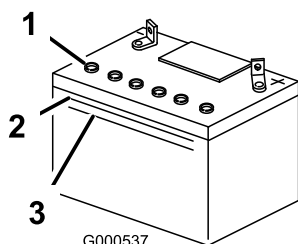

Figure 31
2. Observez le côté de la batterie. Le niveau de l'électrolyte doit atteindre le trait supérieur (Figure 31). Le niveau d'électrolyte ne doit pas descendre au-dessous du trait inférieur (Figure 31).
3. Enlevez les bouchons d'aération de la batterie (Figure 31)
4. Versez de l'eau distillée avec précaution dans chaque élément jusqu'au repère supérieur (Figure 31) sur le côté de la batterie.
5. Attendez cinq à dix minutes après avoir rempli les éléments. Au besoin, ajoutez de l'eau distillée pour amener le niveau jusqu'au repère supérieur sur le côté de la batterie (Figure 31).